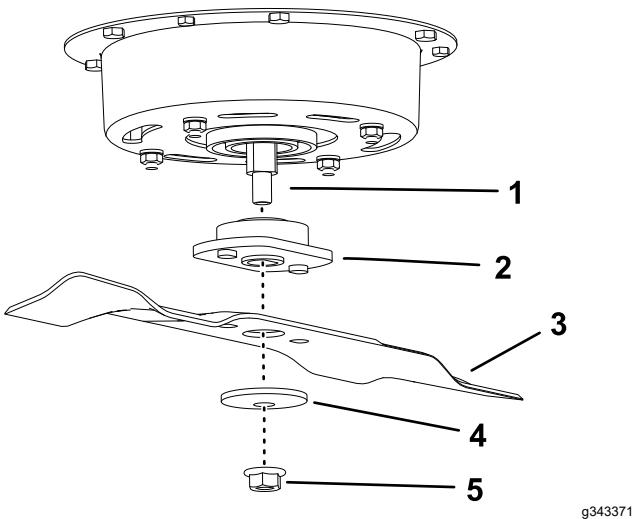

Bild 36
1. Setzen Sie das Messer und den Adapter auf die Spindelwelle (Bild 36).